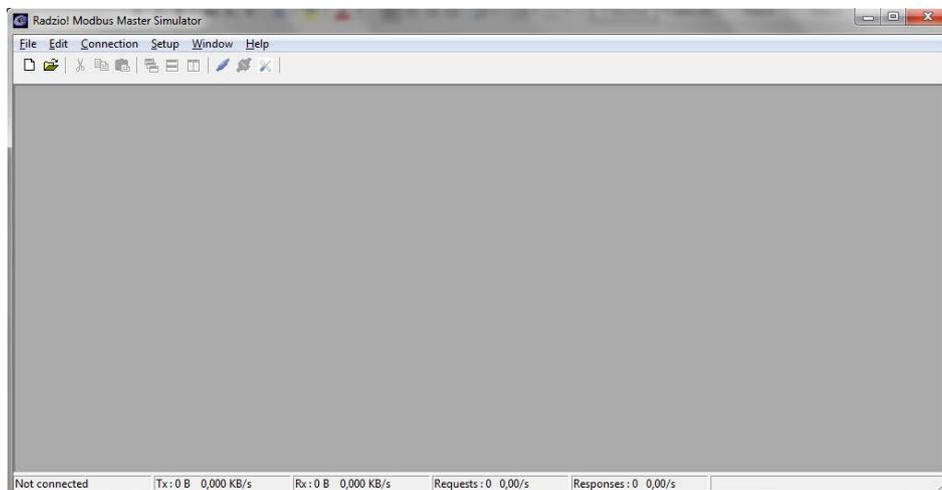

Fig 4: Radzio! Pantalla de inicio
4. Abra el **Radzio!** Descargado, Fig 4